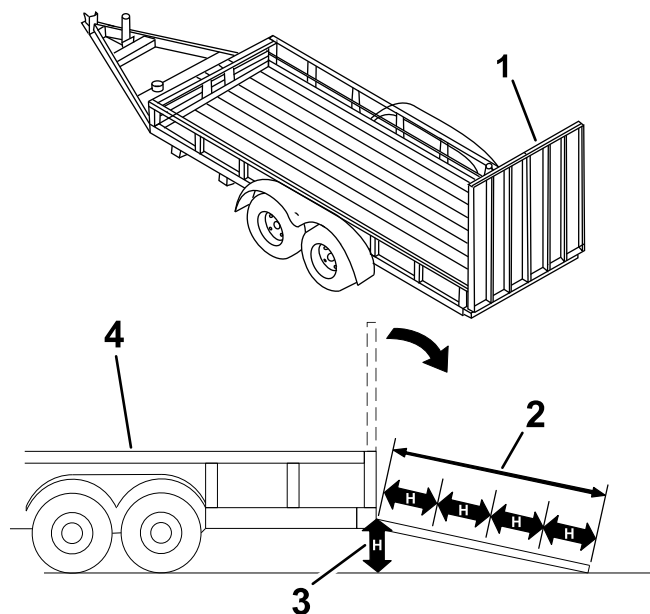

図 29
マシンをトレーラなどに搭載する作業は、機体を転倒させる危険をはらんでおり、万一そのような事故が起こると死亡事故など重大な人身事故となる図 29。
3. ランプ板を下ろす 図 29。